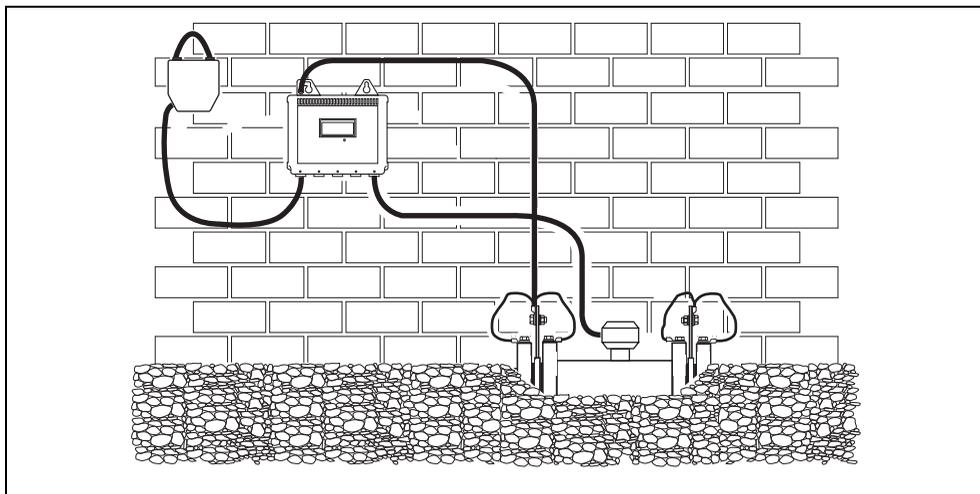
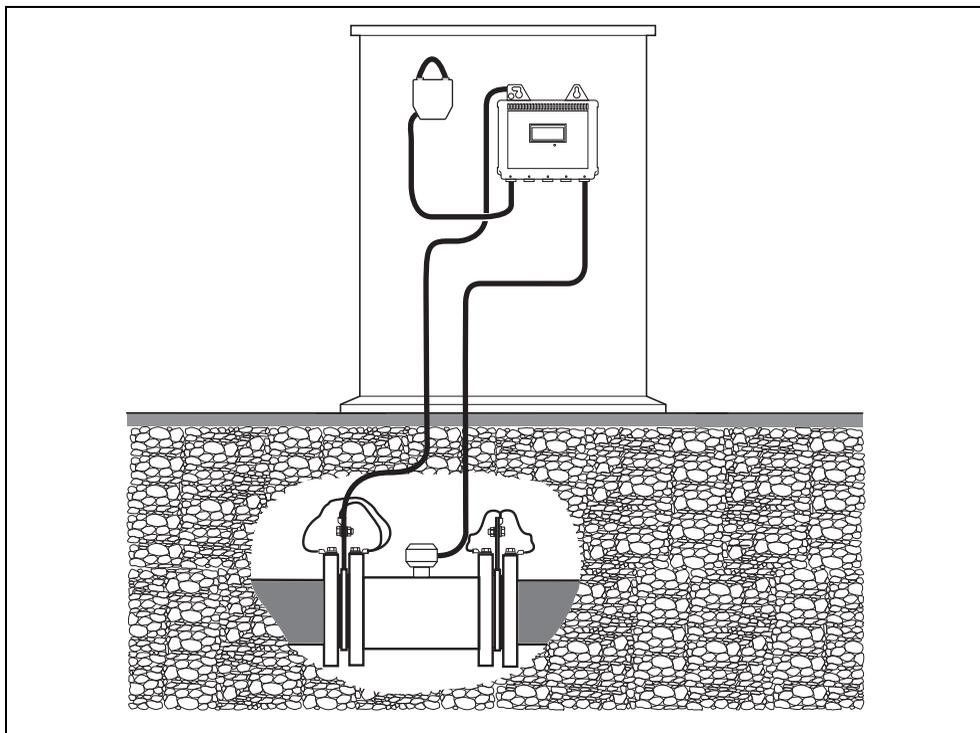

Fig. 3.2 Trasmittitore AquaMaster 3 montato in una camera (mostrata la versione a batteria)
Fig. 3.3 Trasmittitore AquaMaster 3 montato in un armadio (mostrata la versione a batteria)
- Collegare la messa a terra del trasmettitore alla massa del misuratore di portata – vedere Fig. 3.2 e Fig. 3.3.